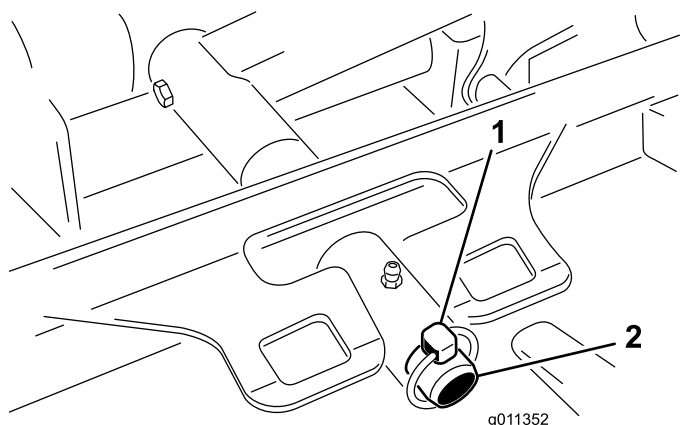

Figura 99
3. Retire o pino de sujeição (para máquinas Groundsmaster 4500) ou porca de bloqueio (para máquinas Groundsmater 4700) que fixa a estrutura de suporte da plataforma ao pino da articulação do braço de elevação (Figura 99).
2. Deslize a estrutura de suporte da plataforma até que esta fique sobre o pino da articulação do braço de elevação (Figura 99). Prenda a plataforma ao pino com o pino de sujeição (para máquinas Groundsmaster 4500) ou a porca de retenção (para máquinas Groundsmaster 4700).